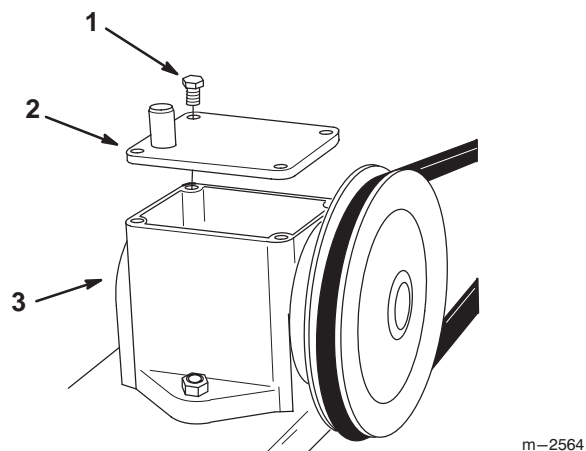

Figure 24
2. Enlevez les vis du couvercle du boîtier d'engrenages et déposez le couvercle (Fig. 24).
5. Reposez le couvercle du boîtier, puis remettez et serrez les vis de fixation (Fig. 24).